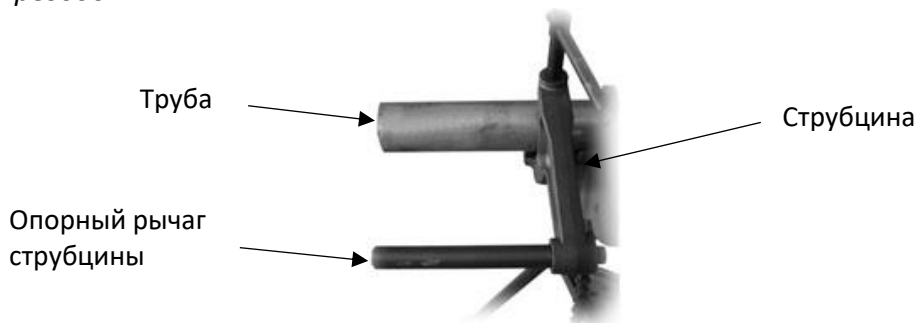

Рис. 2 Опорный рычаг, установленный на трубе
5. Расположите опорный рычаг струбицы на трубе так, чтобы конец опорного рычага находился на одной линии с концом трубы (рис.2). Убедитесь, что губки струбицы плотно соприкасаются с трубой, и плотно затяните, чтобы предотвратить соскальзывание.